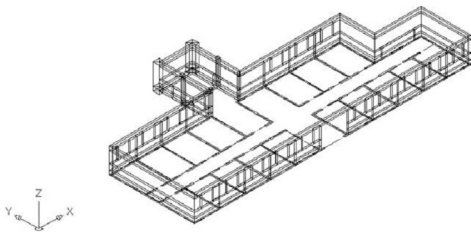
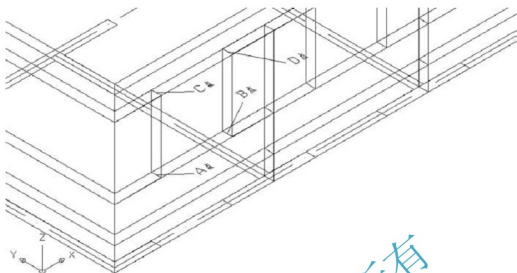

图 6.16 绘制窗上部墙体
图 6.17 调整视图
(1) 用【ELEV】命令绘制窗上部墙体。
① 在命令行输入“ELEV”后按 Enter 键。
② 在指定新的默认标高  $<0.0000>$ : 提示下，按 Enter 键，表示当前标高为“0”，即多段线的起点设在 XY 平面上。
③ 在指定新的默认厚度  $<0.0000>$ : 提示下，输入“600”，表示当前厚度为 600mm，即窗上部墙体的高度。
(2) 启动【多段线】命令，此时当前线宽仍为“240”。
① 在指定起点: 提示下，捕捉宿舍楼的任一转角点。
② 在指定下一点或 [圆弧(A)/闭合(C)/半宽(H)/长度(L)/放弃(U)/宽度(W)]: 提示下，依次捕捉宿舍楼的其他转角点，最后输入“C”后按 Enter 键结束命令，结果如图 6.16 所示。
将当前层切换为【门窗框】图层,并打开图6.16所示的图形文件,用【窗口缩放】命令将视图调整至图6.17所示的状态。
(1) 在命令行输入“UCS”后按Enter键,执行【UCS】命令设置当前用户坐标系。
① 在指定UCS的原点或[面(F)/命名(N)/对象(OB)/上一个(P)/视图(V)/世界(W)/X/Y/Z/Z轴(ZA)]<世界>:提示下,输入“3”,表示用3点来定义用户坐标系。
② 在指定新原点<0, 0, 0>:提示下,用端点捕捉如图6.17所示的A点作为新用户坐标系的原点。
③ 在在正X轴范围上指定点<202, 281, 150>:提示下,用端点捕捉如图6.17所
④ 在 UCS XY 平面的正 Y 轴范围上指定点 (61, 282, 150. >: 提示下，再次用端点捕捉如图 6.17 所示的 C 点，则 A 点和 C 点的连线即为新用户坐标系的 Y 轴，其方向为由 A 点到 C 点。
(1) 启动【多段线】命令(快捷键 PL)。
(2) 在指定起点: 提示下, 捕捉如图 6.17 所示的 B 点作为多段线的起点。
(3) 在指定下一个点或 [圆弧(A)/半宽(H)/长度(L)/放弃(U)/宽度(W)]: 提示下, 输入“W”后按 Enter 键。
(4) 在指定起点宽度<0.0000>: 提示下, 输入“160”后按 Enter 键。
(5) 在指定端点宽度<160.0000>: 提示下, 按 Enter 键执行尖括号内的默认值“160.0000”。
(6) 在指定下一点或 [圆弧(A)/闭合(C)/半宽(H)/长度(L)/放弃(U)/宽度(W)]: 提示下, 依次捕捉如图 6.17 所示的 A 点、C 点和 D 点。